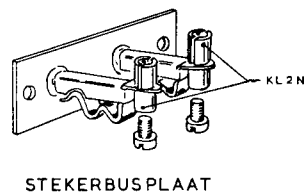

Fig. B8
5. Buig met een tangetje de twee aansluitlippen van de **stekerbussplaat** naar buiten en zet daarna ook aan deze aansluitlippen klemmen KL 2 N (met twee gleuven) vast. Je weet het al: korte boutjes gebruiken. Let op de stand van de klemmen (figuur B8).